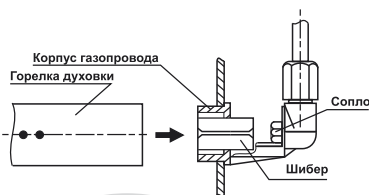

Рис. 17
Установка шибера для работы на другом виде (давлении) газа (рис.17, 17а, 17б)
- удалите шибер из корпуса газопровода (рис. 17б);
Рис. 17а
Рис. 17б